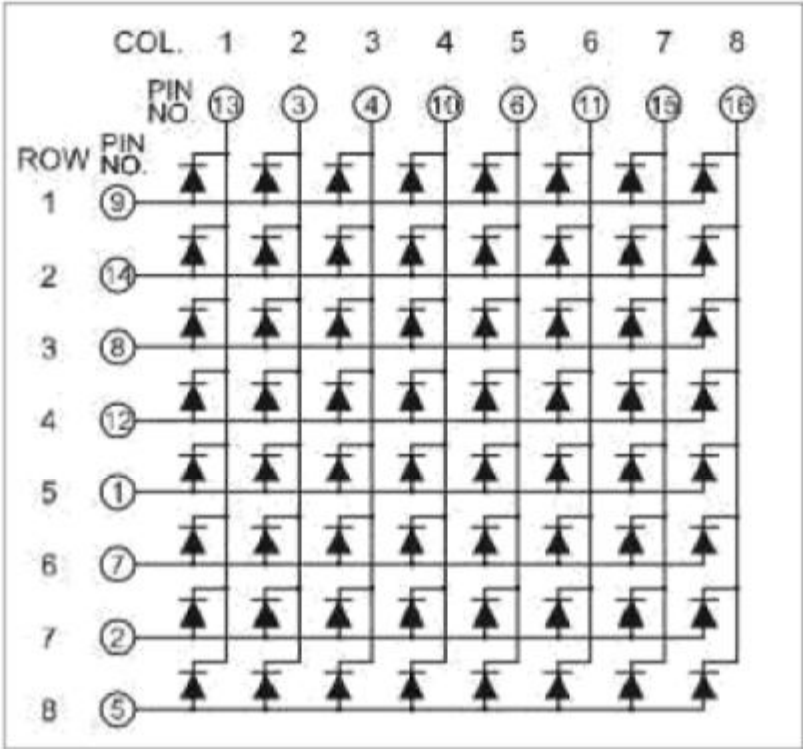

Рис. 15.2. Расположение выводов матрицы FYM-23881BUG-11
- ❑ количество выводов (рис. 15.2) — 16 (8 анодов, 8 катодов).